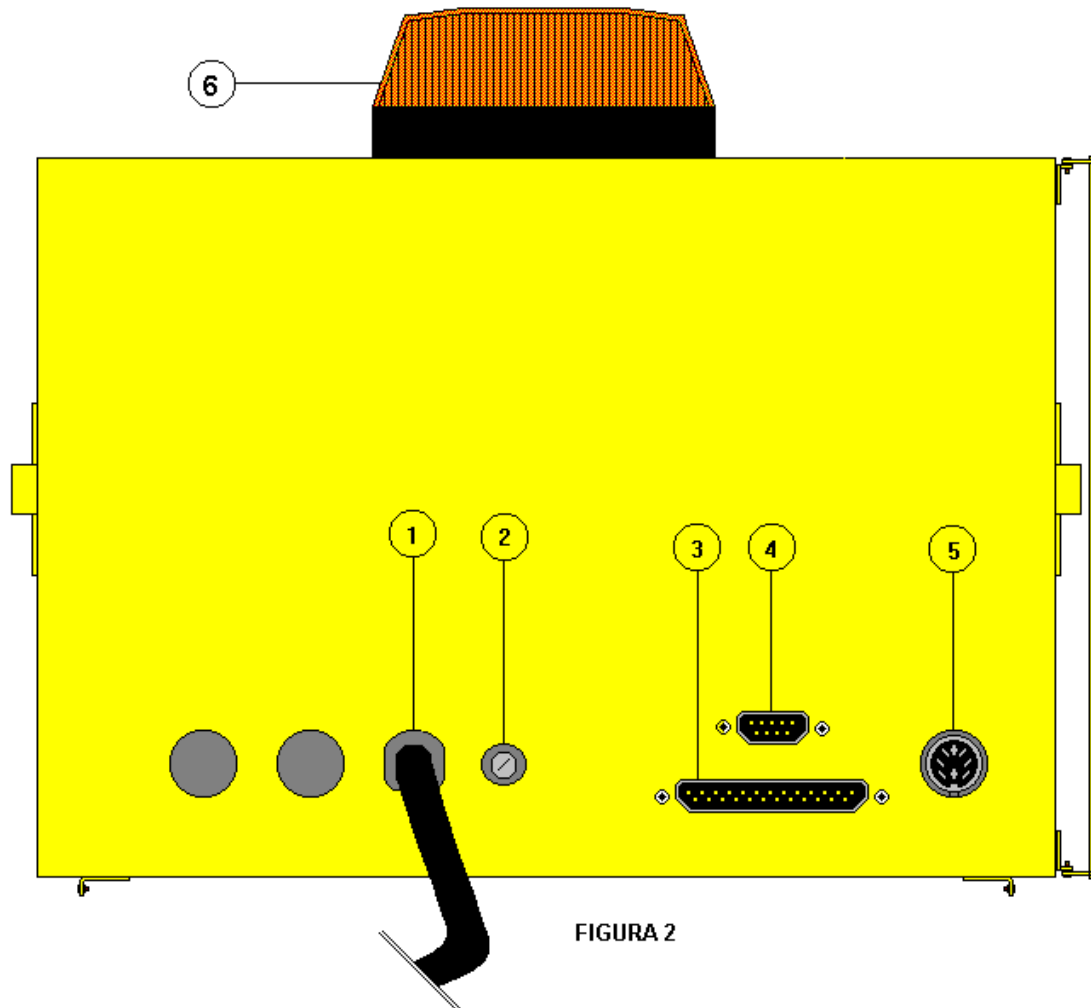

FIGURA 2
A balança opera de 90 VAC a 240 VAC sem necessidade de seleção de tensão. A mesma conta com um fusível de segurança (ITEM 2 FIGURA 2) instalado na parte traseira do comando.
O cabo de alimentação (Figura 2 item 3) é fornecido com o pino terra, é imprescindível a utilização do mesmo para o funcionamento do equipamento.
9.1 Saída Serial para Microcomputador (Figura 2 Item 3)
9.2 Conector para Célula de Carga (Figura 2 Item 5)